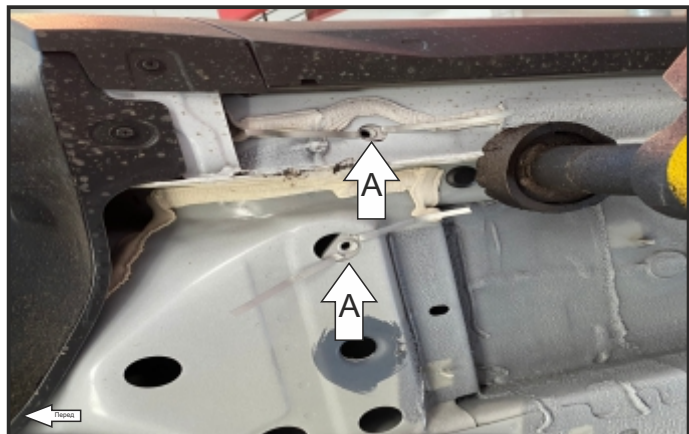
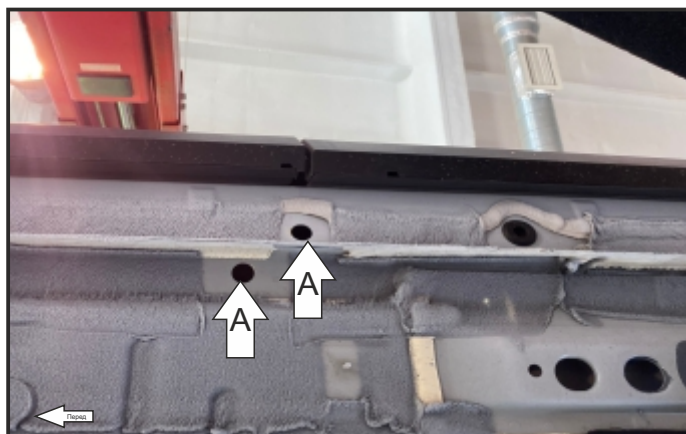
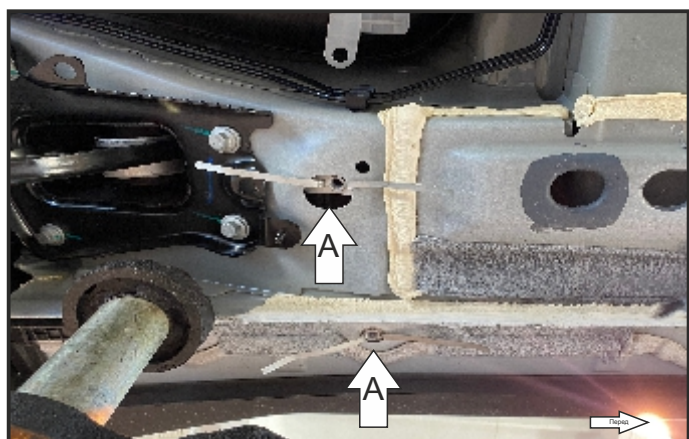

Рис. 2
Рис. 3
Рис. 4
2. Извлечь штатные втулки в позициях (A), установить в эти отверстия закладные M10. (Рис.2, Рис.3, Рис.4).